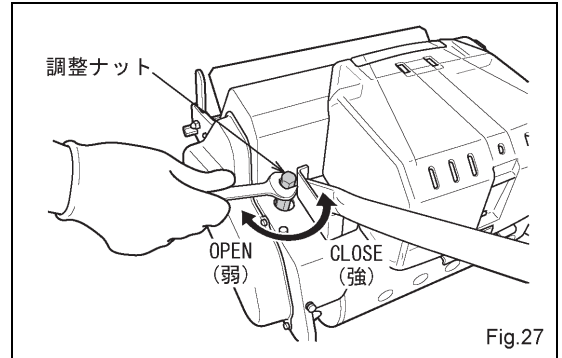

Fig.27
- ② 本機モーターカバー後方の調整ナットを『OPEN』方向に回すと回転刃と受刃のスキマは大きくなります。また、『CLOSE』方向に回すと回転刃と受刃のスキマは小さくなります。(Fig.27・28)